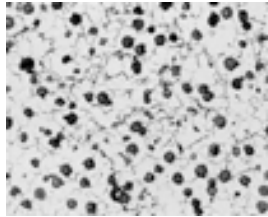

Bild 2
**Im duktilen Gusseisen ist der Graphit kugelig ausgebildet** (Bild 2). Diese Sphärolite beeinflussen die Eigenschaften des metallischen Grundgefüges nur unwesentlich. Während beim Gusseisen mit Lamellengraphit die Spannungslinien an den Spitzen der Graphitlamellen stark verdichtet werden, umfließen bei duktilem Gusseisen die Spannungslinien den in Kugelform ausgeschiedenen Graphit fast ungestört. **Aus diesem Grunde lässt sich duktiles Gusseisen unter Last verformen.**